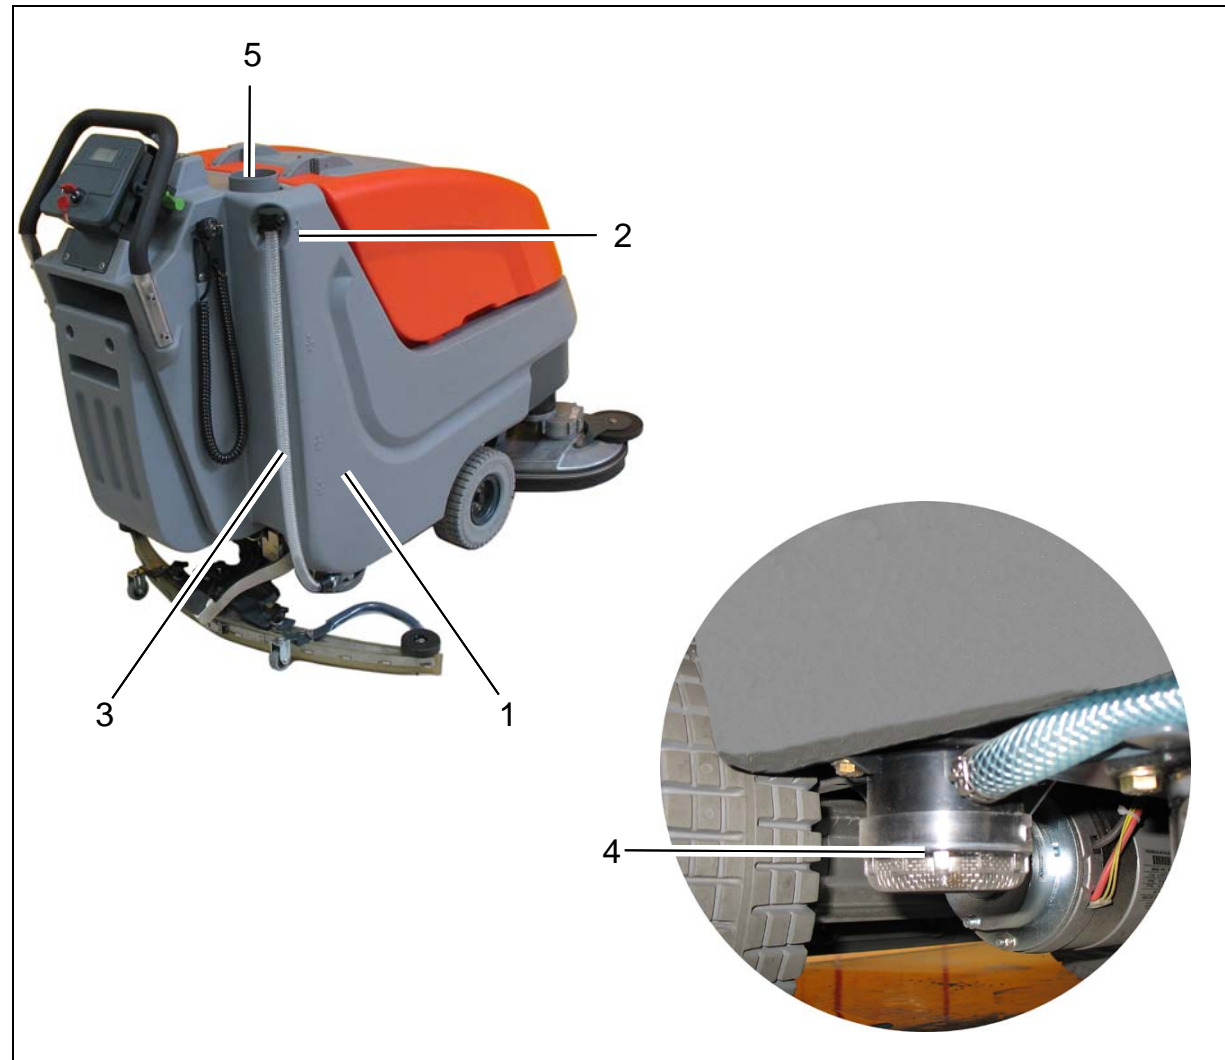

Fig.6
Remplir le réservoir d'eau propre (Fig. 6/1) avant de commencer à travailler ou en cas de besoin. Mettre la machine sur un sol plan.
Ouvrir le couvercle du réservoir (Fig. 6/5) et remplir le réservoir d'eau propre jusqu'au marquage (Fig. 6/2) maximal (1/1).
Placer la machine de sorte que le flexible de niveau de remplissage (Fig. 6/3) se trouve au-dessus d'un écoulement dans le sol. Prendre le flexible de niveau de remplissage de sa fixation et déposer le couvercle.
Contrôler chaque semaine le filtre d'eau propre (Fig. 6/4) et, en cas de besoin, le nettoyer ou le remplacer.
1. Vider le réservoir d'eau propre (Fig. 6/1), voir paragraphe 5.5.2.